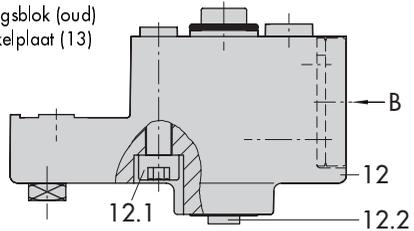

Fig. 4 - Directe aanbouw - steldrukaansluiting voor aandrijving type 3277 met 240, 350 en 700 cm²
1. Meenemer (3) op de aandrijfstang plaatsen, uitrusten en zodanig vastschroeven dat de bevestigingsschroef in de groef van de aandrijfstang valt.
2. Afdekplaat (10) met smalle zijde van de uitsparing (fig. 4 links) in de richting van de steldrukaansluiting bevestigen, de opgeplakte vlakke pakking (14) moet naar het juk wijzen.
3. Bij aandrijvingen met 700 cm² op hefboom M (1) op de achterzijde van de klepstandsteller de aftaststift (2) uit stiftpositie 35 losmaken en in het gat voor stiftpositie 50 plaatsen en vastschroeven.
Bij het oude verbindingblok (fig. 4 onder) moet de schakelplaat (13) zodanig worden gedraaid, dat het bijbehorende aandrijfsymbool naar de pijlmarkering is uitgericht.
7. Verbindingblok (12) met zijn afdichtingen op de klepstandsteller en aandrijfjuk plaatsen en met bevestigingsschroef (12.1) vastzetten. Bij aandrijving "membraanstang ingaand" bovendien de pluggen (12.2) verwijderen en de externe steldrukleiding monteren.
8. Deksel (11) aan de tegenoverliggende zijde monteren.